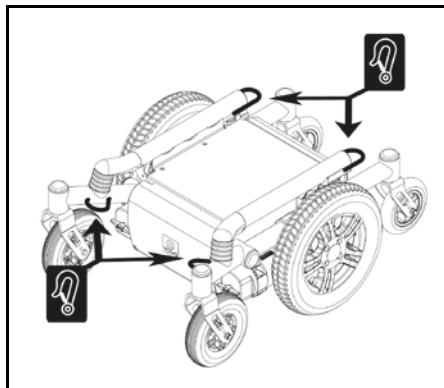

Abb. 7.1
Verwenden Sie daher geeignete Rampen, um den Stuhl in und aus dem Fahrzeug zu fahren. Sobald sich der Rollstuhl im Fahrzeug befindet, muss er an den dafür vorgesehenen Befestigungspunkten mit einem nach ISO 10542 zertifizierten Befestigungssystem gesichert werden (Abb. 7.1), das für das gesamte Rollstuhlgewicht konzipiert ist. Das gesamte Gewicht des Rollstuhls hängt von der genauen Bauart und den Teilen des Rollstuhls ab. Die technischen Spezifikationen (Kapitel 10) beschreiben die optional erhältlichen Teile sowie deren Einfluss auf das Gesamtgewicht. Ermitteln Sie immer das Gesamtgewicht des Rollstuhls, um sicherzustellen, dass das korrekte Befestigungssystem zum Einsatz kommt.
- Alle 4 Befestigungspunkte müssen verwendet werden (Abb. 7.1).